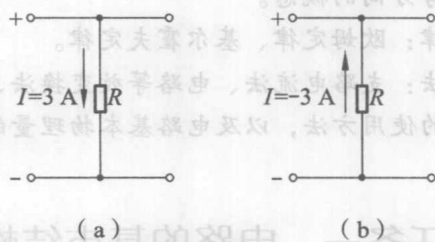

图 1-2 电流的方向
- (1) 图 1-2 (a) 中， $I = 3 \text{ A}$ ，计算结果为正，表示电流实际方向与参考方向一致。
- (2) 图 1-2 (b) 中， $I = -3 \text{ A}$ ，计算结果为负，表示电流实际方向与参考方向相反。